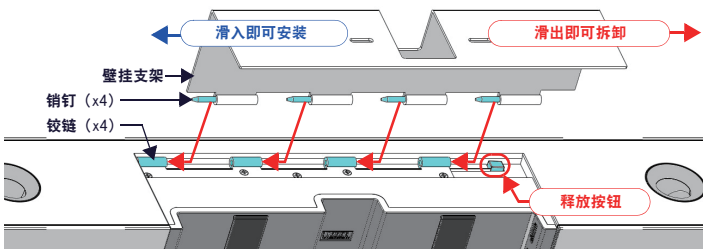

FIG. 3 ACV-5100 底部图 - 拆卸壁挂支架
3. 将壁挂支架从铰链上卸下（FIG. 3）：
1. 从 ACV-5100 上卸下壁挂支架（见 FIG. 3）。
2. 将壁挂支架的销钉滑入音箱背面的铰链（见 FIG. 3），从而将 ACV-5100 固定在壁挂支架上：
**注意:** 先将支架卡到位，再将销钉滑入铰链，直至最后一枚销钉可以释放释放按钮（见 FIG. 3）。